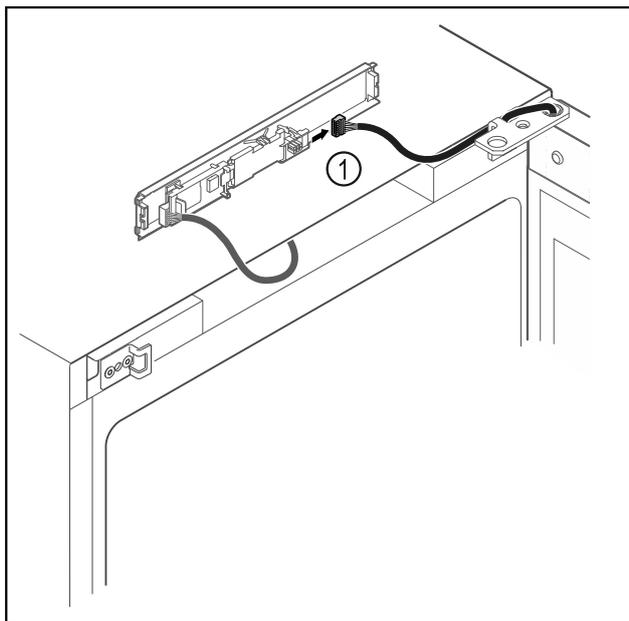

Fig. 19
- ▶ Débrancher le connecteur Fig. 19 (1) de la platine.